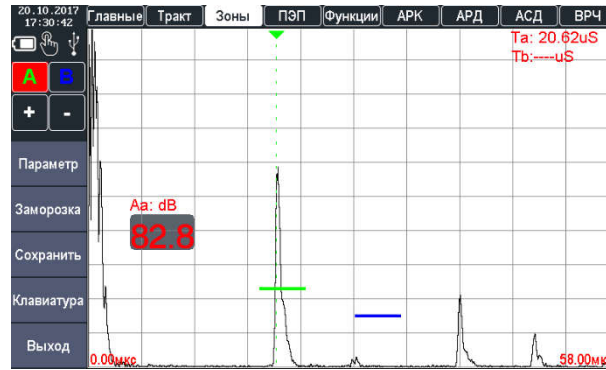

Рисунок 2.50 – Вывод значения амплитуды в зоне А
5. Включить отображение значения амплитуды сигнала в зоне А – Аа (рис. 2.50).